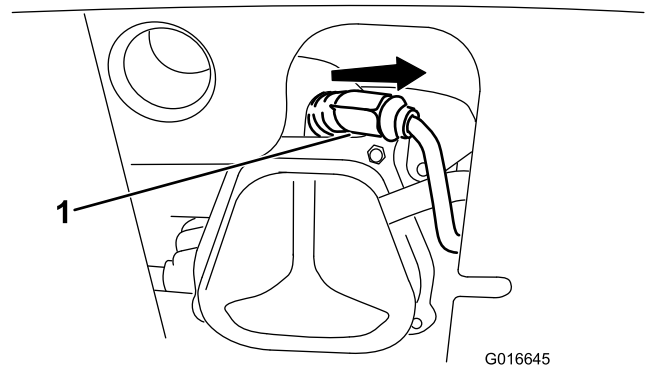

Figura 43
1. Togliete la guaina (Figura 43).